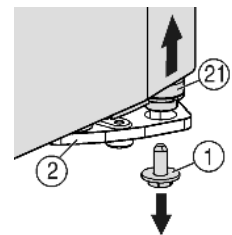
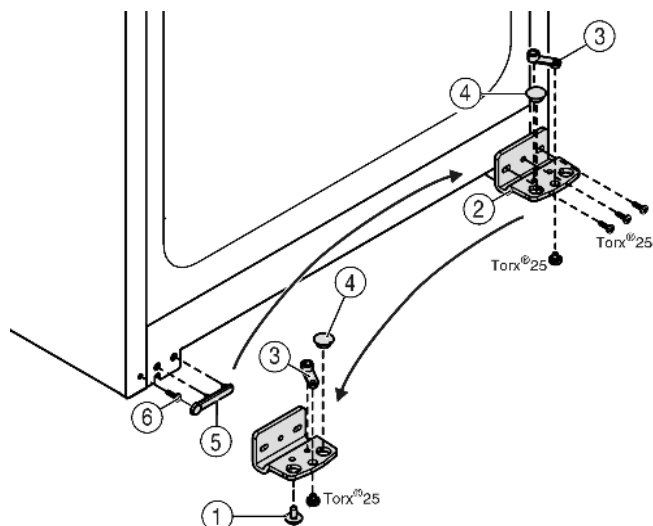

Fig. 4
Fig. 5
- ▶ Vpravo dole na stojanu ložiska vyšroubujte pojistný šroub Fig. 4 (1).
- ▶ Ložiskový čep Fig. 4 (21) se uvolní ze stojanu ložiska Fig. 5 (2).
- ▶ Jestliže se ložiskový čep Fig. 4 (21) neuvolní, vytlačte čep zdola.
- ▶ Našroubujte stojan ložiska Fig. 5 (2).
- ▶ Našroubujte ložiskový díl Fig. 5 (3) a přemístěte do protilehlého upínacího otvoru stojanu ložiska, opět přišroubujte.
- ▶ Vyměňte ze stojanu ložiska zátku Fig. 5 (4) a nasadte do protilehlého upínacího otvoru stojanu ložiska.
- ▶ Opatrně zvedněte kryt Fig. 5 (5) na straně madla.
- ▶ Vyšroubujte šroub Fig. 5 (6) a na protější straně ho opět nasadte.
- ▶ Kryt Fig. 5 (5) opět nasadte.
- ▶ Přišroubujte opět stojan ložiska Fig. 5 (2) na novou stranu závěsu (**silou 4 Nm**), příp. pomocí akumulátorového šroubováku.
- ▶ Zašroubujte a dotáhněte pojistný šroub Fig. 4 (1) dole do ložiskového čepu (**silou 4 Nm**).